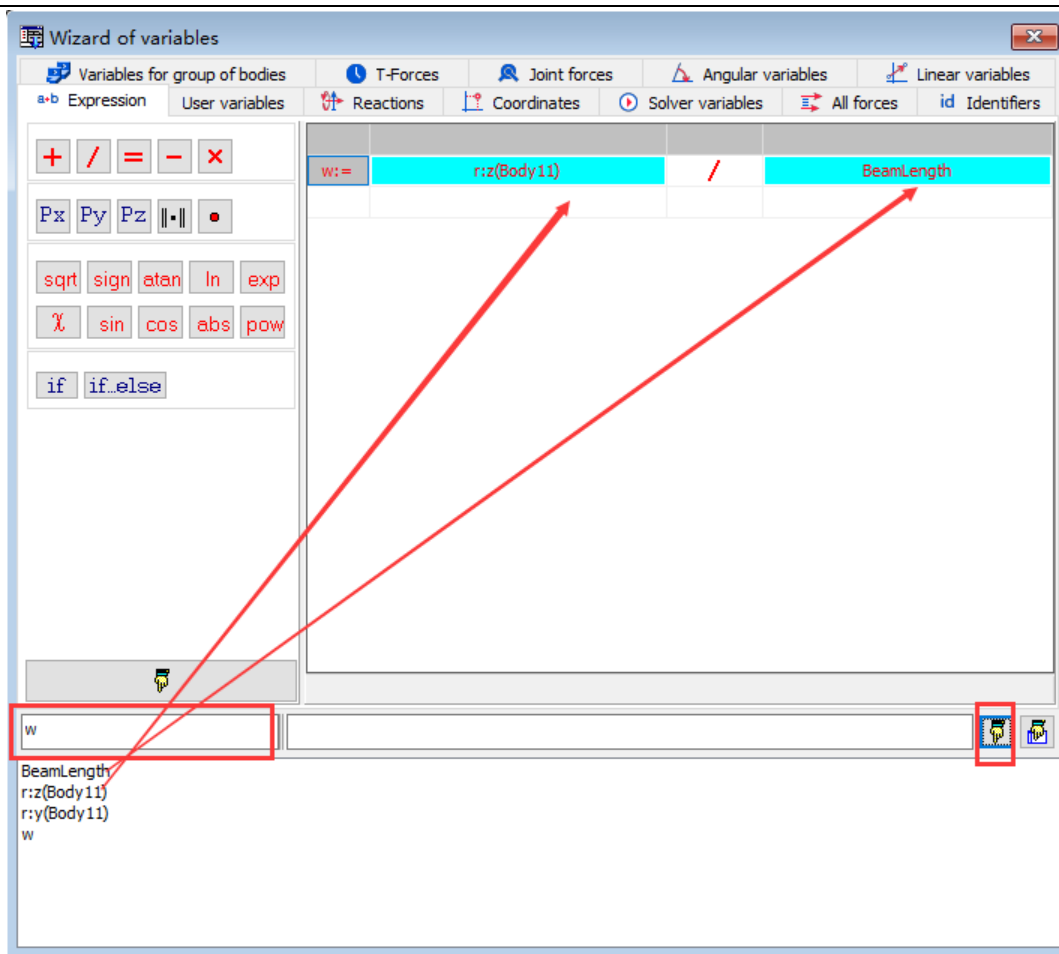

图 3.19 创建 w/L 变量
- 分别将变量 **r:z(Body11)**和 **BeamLength** 拖入除法运算符的左右两边，如图 3.19 所示；